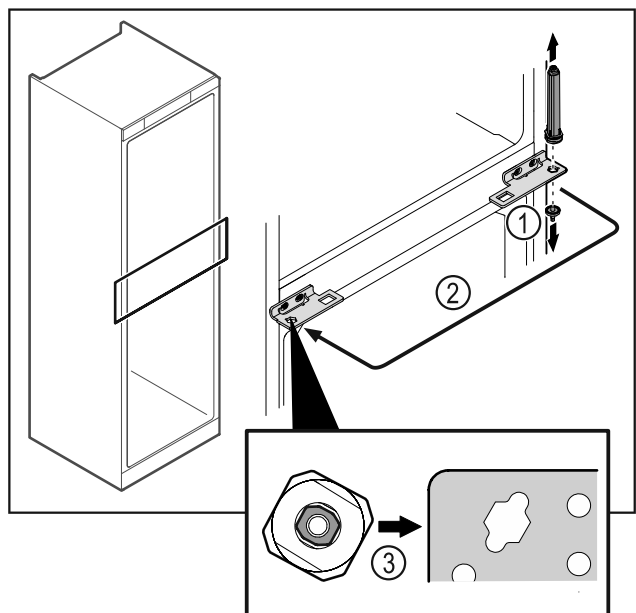

Fig. 43
- ▶ Відкрутити шарнірний палець Fig. 43 (1).
- ▶ Перемістити систему закриття дверей Fig. 43 (2).
- ▶ Звертати увагу на те, щоб при вставці нахил пальця Fig. 43 (3) показував на круглий отвір.